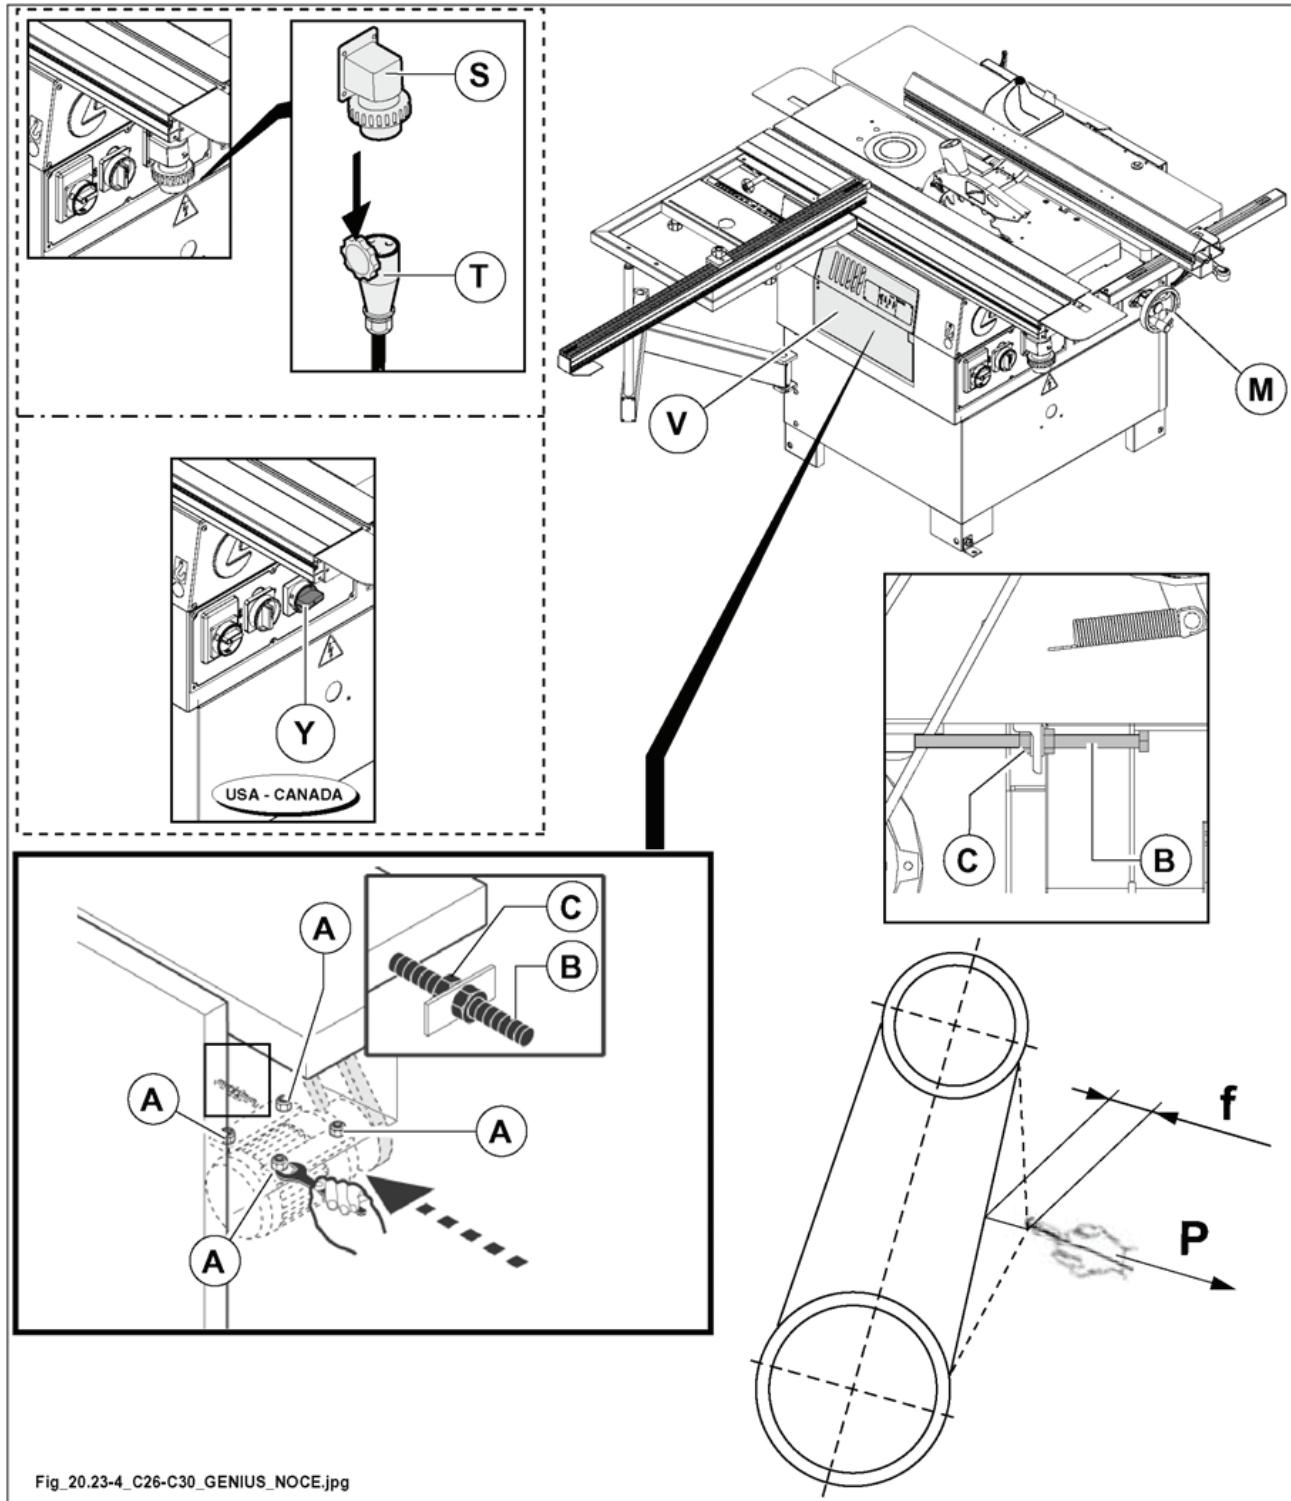

Рис. 20.23-4
*прежде чем выполнять любые операции, отключить электропитание и вытащить кабель (вилка T рис. 20.23-4) из розетки (S рис. 20.23-4).*
*(Исполнение по нормам США и Канады): Перед началом действий по уборке, техническому обслуживанию, наладке станка или замене его элементов надлежит перевести в нулевое положение выключатель общего питания Y (рис. 20.23-4), заблокировать его навесным замком и вывесить соответствующий предупреждающий плакат.*
- Поднять рейсмусовый стол маховичком M (рис. 20.23.4).
- Открыть дверцу V (рис. 20.23.4).
- Ослабить четыре гайки A (рис. 20.23-4) крепления опоры двигателя.
- Ослабить гайку C (рис. 20.23-4).
- Натянуть ремень, закрутив винт B (рис. 20.23-4).
- После завершения регулировки затянуть гайки A (рис. 20.23-4) и C (рис. 20.23-4).
- Закрыть дверцу V (рис. 20.23-4).